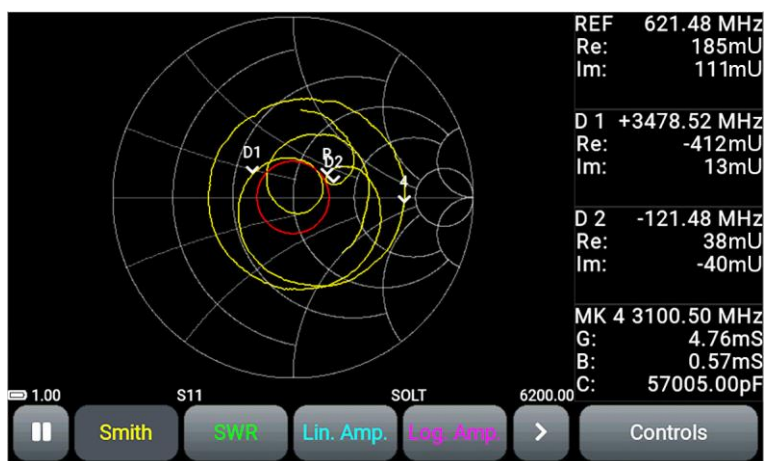

Рисунок 8.1 – Экран прибора
8.2. Под информационной строкой расположены кнопки управления интерфейсом (Рисунок 8.1):